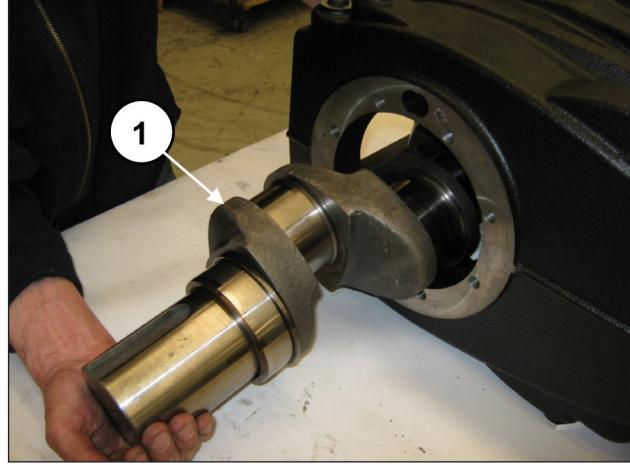

Abb. 31
Ziehen Sie von der Zapfwellenseite die Kurbelwelle aus dem Gehäuse (Pos. ①, Abb. 31).